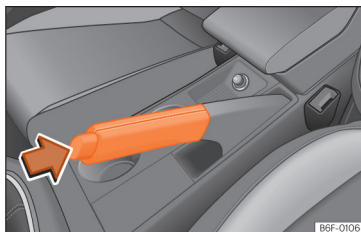

Abb. 117 Handbremse zwischen den Vordersitzen.
- Ziehen Sie den Handbremshebel nach oben >>> **[Abb. 117]**.
- Ziehen Sie den Hebel etwas nach oben, drücken Sie die Entriegelungstaste in Pfeilrichtung >>> **[Abb. 117]** und führen Sie den Handbremshebel ganz nach unten >>> **△**.